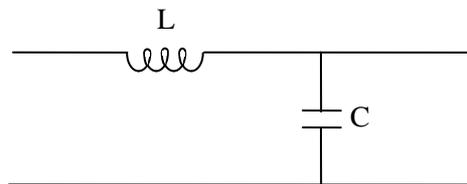

Figura 2: Filtro LC
d) Si se coloca a la salida del inversor un filtro paso bajo LC (figura 2) con la idea de eliminar todas las componentes frecuenciales no deseadas, calcular la relación que deben mantener L y C para realizar dicho cometido. (La frecuencia de corte del filtro LC es $f_c = \frac{1}{2\pi\sqrt{LC}}$).